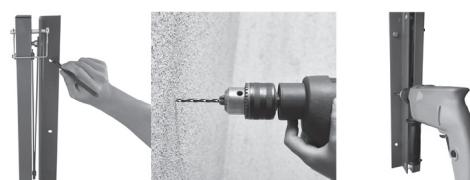

рис. 1
1. Маркером наметьте на стене положение верхних отверстий кронштейна. Винтами закрепите верхние отверстия левой и правой частей кронштейна в отмеченных вами местах с помощью шуруповерта. Не затягивайте винты до упора. (рис. 1)